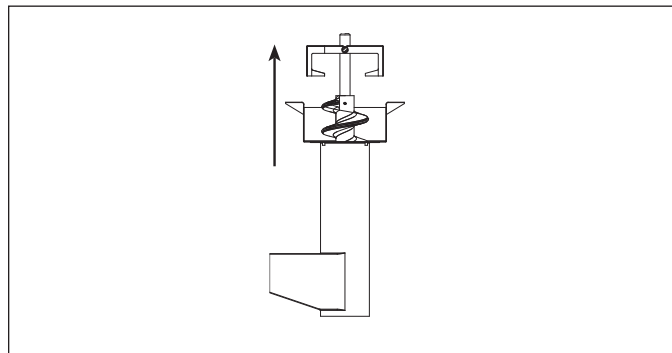

Figura 15.
- D. Levante el barreno y retírelo del tambor (ver Figura 15).